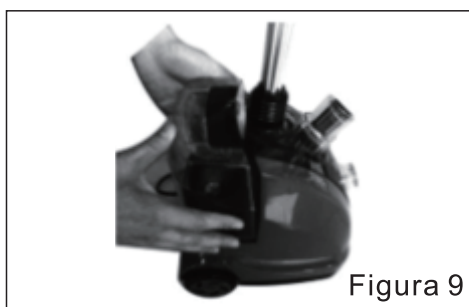

Figura 9
- ⑧ Ponga el tanque de agua encima de la máquina según la figura 9.